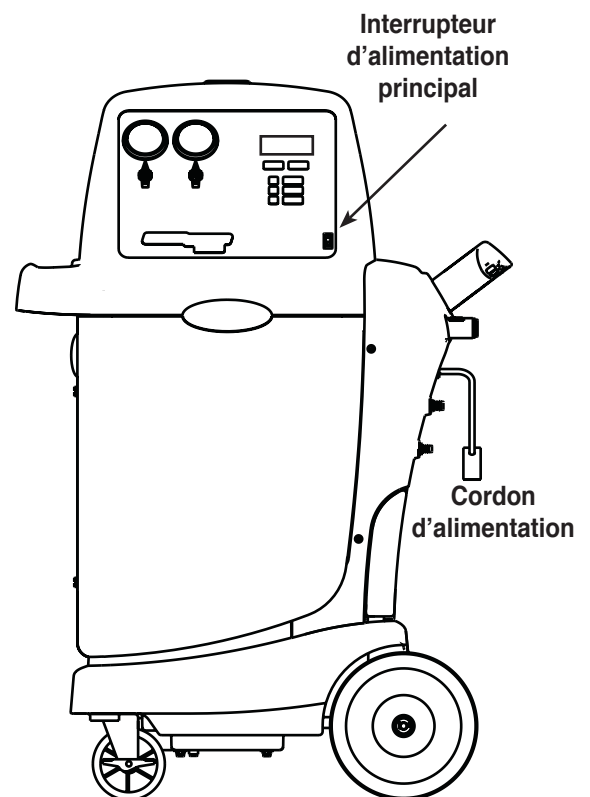

Figure 1
1. Déroulez le cordon d'alimentation de la poignée et branchez-le dans une prise d'alimentation appropriée. Reportez-vous à la Figure 1.